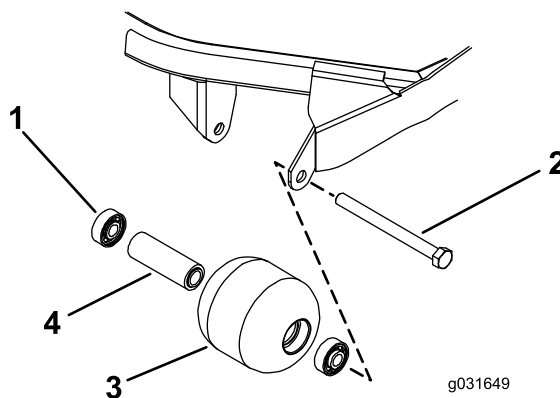

Рисунок 71
1. Снимите болт крепления валика (Рисунок 71).
4. Осмотрите корпус, подшипники и распорную втулку подшипника валика на наличие повреждений (Рисунок 71).
наружное кольцо, запрессуйте первый подшипник в корпус валика (Рисунок 71).
2. Вставьте втулку подшипника (Рисунок 71).
3. Нажимая только на наружное кольцо или с одинаковым усилием на внутреннее и наружное кольцо, запрессуйте второй подшипник в корпус валика до его контакта с распорной втулкой (Рисунок 71).